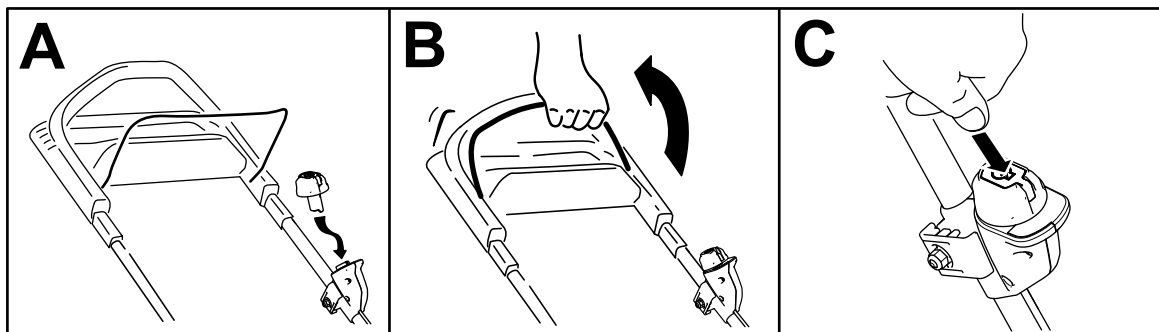

Figure 12
2. Insérez le bouton de démarrage électrique dans l'interrupteur du démarreur électrique (A de la Figure 12).
3. Serrez et maintenez la barre de commande de la lame contre le guidon (B de la Figure 12).
4. Maintenez le bouton de démarrage électrique enfoncé jusqu'à ce que le moteur démarre (C de la Figure 12).